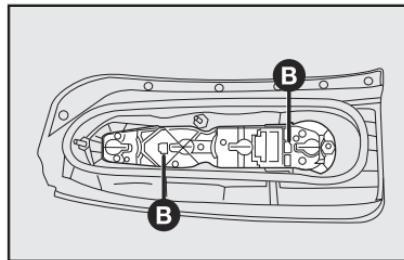

fig. 36
3) saque el conjunto portalámparas, actuando en las trabas **B**-fig. 36;